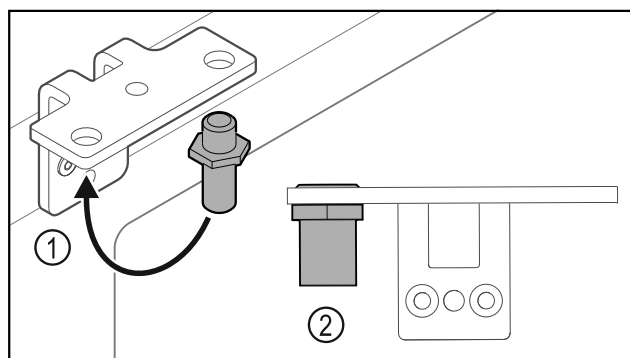

Fig. 29
- ▶ Ktheni bulonin Fig. 29 (1) në profilin e menteshës në anën tjetër.
- ▶ Shtërngoni bulonin Fig. 29 (2) me **momentin e rrotullimit prej 12 Nm.**